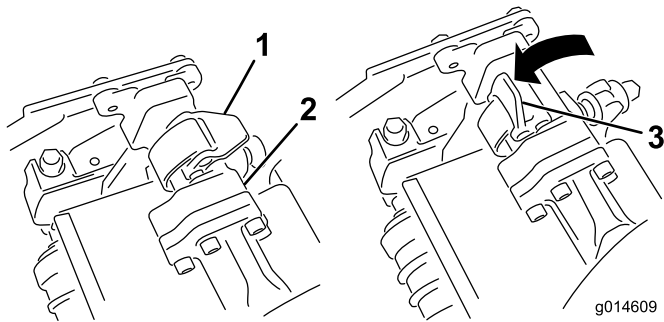
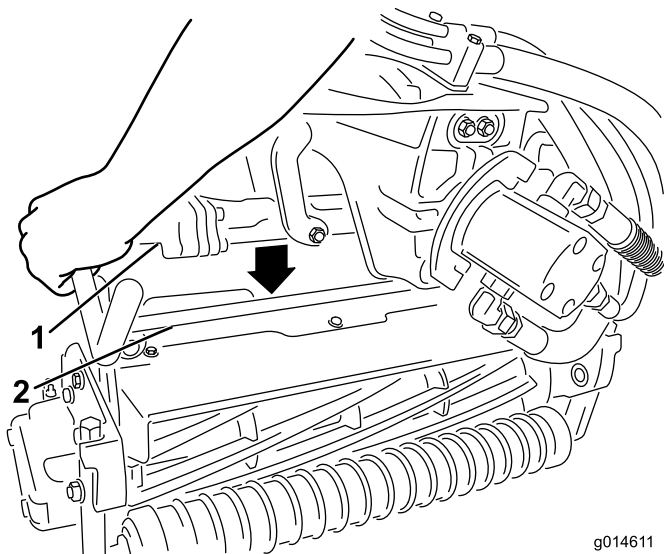

Figura 11
Figura 12
- Com os fechos na barra do braço de suspensão a apontar para cima (i.e., abertos) (Figura 11), empurre o braço de suspensão para baixo de forma a que a barra passe pela barra através da parte superior da unidade de corte (Figura 12).
- Feche os fechos para baixo e em redor da barra da unidade de corte e bloqueie-os no sítio (Figura 11).